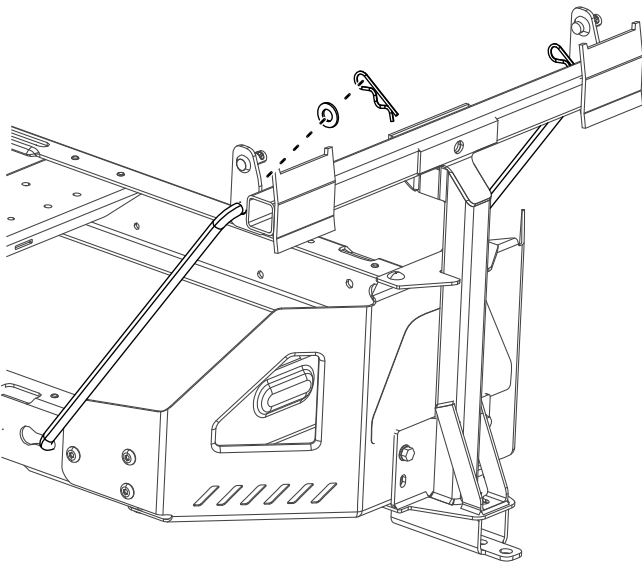

Bild 12
4. Setzen Sie das gebogene, flache Ende einer Stange in den verkeilten Schlitz an der linken Seite des Maschinenrahmens ein und bewegen die Stange nach hinten, damit sie im Rahmen sitzt (Bild 12).
5. Setzen Sie die gebogenen Enden der Stangen in die Anbaugerätbefestigung ein, wie in Bild 12 abgebildet, und befestigen Sie das Ende jeder Stange mit einer Scheibe und einem Splint.
- Montieren Sie die Schwenkhalterungen am Drehrahmen (Bild 12).